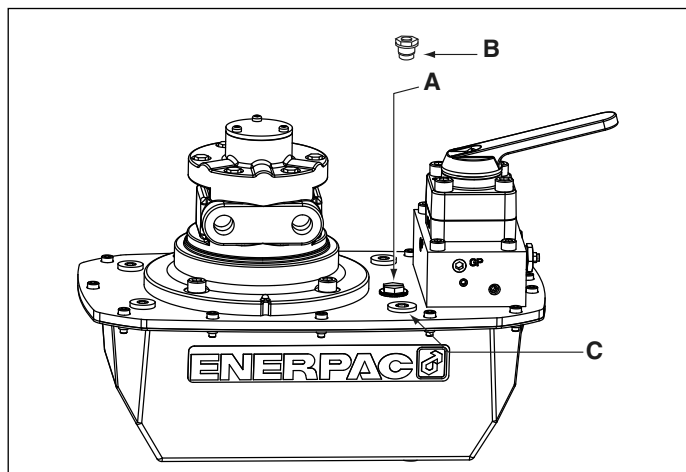
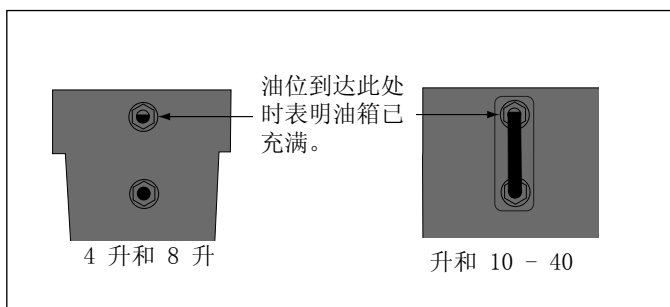

图 2 - ZA4 通气装置安装图
图 4
4.1 油箱通气管帽（见图 2）
启动前检查泵的油位，必要时，从盖板上拔掉 SAE #10 塞，然后给泵加油（见图 2）。当油位到达观察孔顶部时，就表明油箱已充满。（见图 4）。